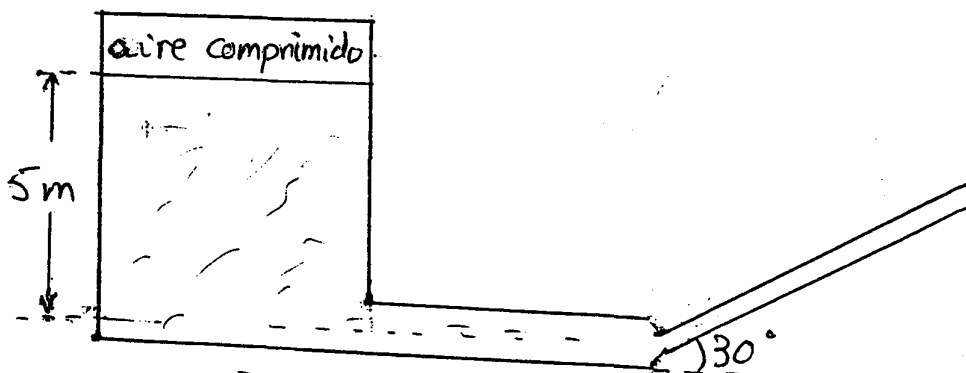

Figura 2
3. (4p) Un depósito de grandes dimensiones, cerrado y con aire comprimido en su parte superior, contiene agua hasta 5 m por encima de su fondo. El depósito desagüa por su fondo mediante una tubería horizontal de 20 cm^2 de sección, que continúa con otra tubería de sección mitad inclinada 30° , que se abre a la atmósfera, tal como indica la Figura 2. En el punto medio de la tubería horizontal se mide una presión de 188450 Pa , cuando a través de ella circulan 10 l/s de agua. Calculad:
3.- (4 p) Por el tubo horizontal de la Figura 2 circula agua a razón de 324 litros por minuto. Si tiene una sección transversal de 36 cm^2 en las partes anchas y 9 cm^2 en la parte estrecha, calculad: